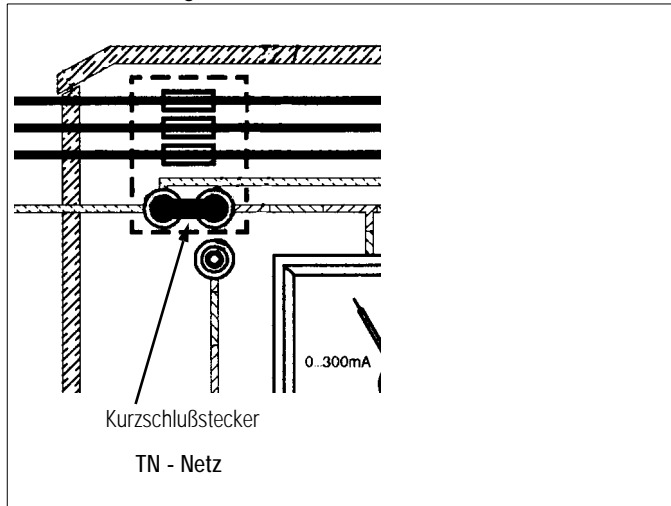
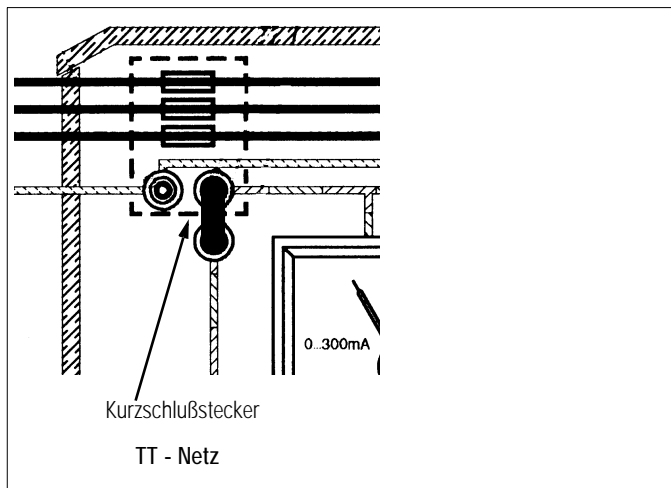
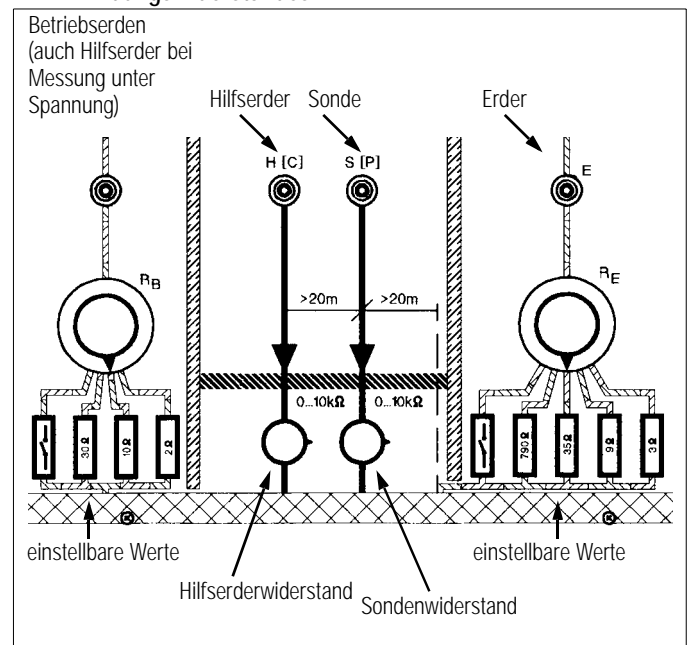

Bild 6.1-1
Bild 6.1-2
Bild 8.1-1
- ⇨ Legen Sie mit dem Kurzschlußstecker (Zubehör) die gewünschte Netzform fest, siehe Bild 6.1-1 und Bild 6.1-2.
Im TT-Netz [Bild 6.1-2] können Sie mit den Schaltern R_B bzw. R_E [Bild 8.1-1] verschiedene Erdungswiderstände zur Demonstration zuschalten.
- ⇨ Verbinden Sie den Sondenanschluß des Prüfgerätes mit der Buchse E oder dem Betriebserder [Bild 8.1-1].
Verwenden Sie für die Demonstration von Messungen des Erdungs- und spezifischen Erdungswiderstandes ohne Netzspannung die Buchsen E, H [C] und S [P] [Bild 8.1-1]. Für die Messung ist der Simulator auszuschalten. Mit den beiden Einstellern R_S und R_H [Bild 8.1-1] kann der Einfluß des Sonden- und Hilfserderwiderstandes demonstriert werden.